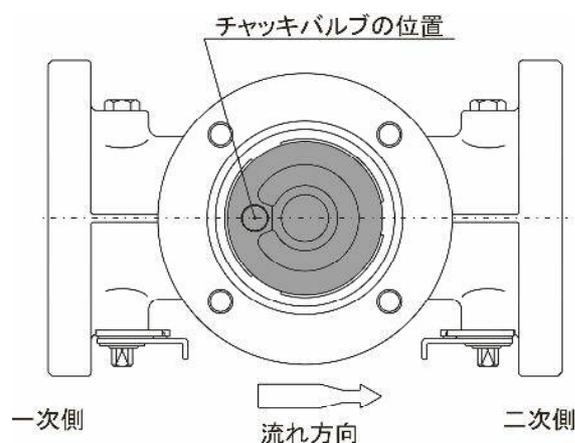

図17
- ・ピストンをライナー内に挿入してください。ピストンはチャッキバルブのある位置が、下図17のようになるよう組み込んでください。